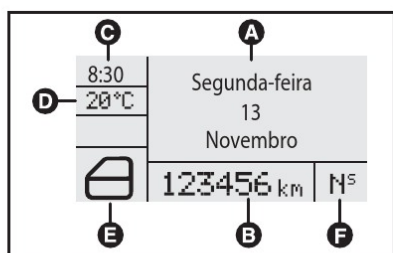
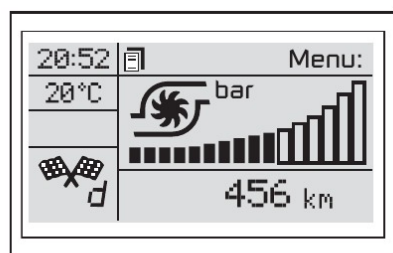

fig. 48
fig. 49
**DISPLAY MULTIFUNÇÃO RECONFIGURÁVEL (Quando previsto) - fig. 48**
Colocar a chave de ignição na posição **MAR** e, em seguida, o display exibirá a indicação de data **fig. 48**. Para algumas versões, serão visualizadas, em seguida, as telas respectivas da função DNA **fig. 49** (ver "Função DNA", no presente capítulo), desde que o display esteja configurado para exibi-las. Para configurá-las, ver instrução nas páginas seguintes no menu do My Car (Primeira pág.).